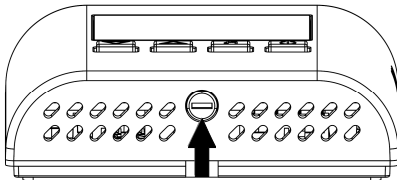

Fig. 2
- 1 Empujar, con la ayuda de un destornillador, la lengüeta plástica situada en la rejilla ubicada en el lado izquierdo, hasta levantar levemente la tapa (Fig. 2).